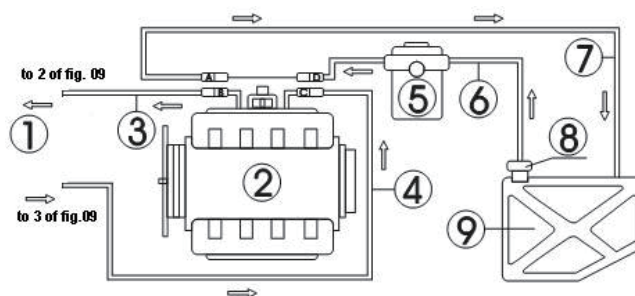

Fig.09
La connexion de la ligne de tuyau du moteur avec un tuyau de retour est illustrée dans la Fig.09.
- Débrancher les raccords des tuyaux d'alimentation en carburant (C、D) et des tuyaux de retour de carburant (A、 B) du système d'alimentation en carburant du moteur (envelopper le connecteur avec une serviette lors du débranchement du connecteur). Choisissez les connecteurs appropriés et connectez-les séparément aux extrémités B et C, puis connectez les autres extrémités au tuyau de retour et au tuyau de sortie correspondants de l'unité. Voir Fig.09.